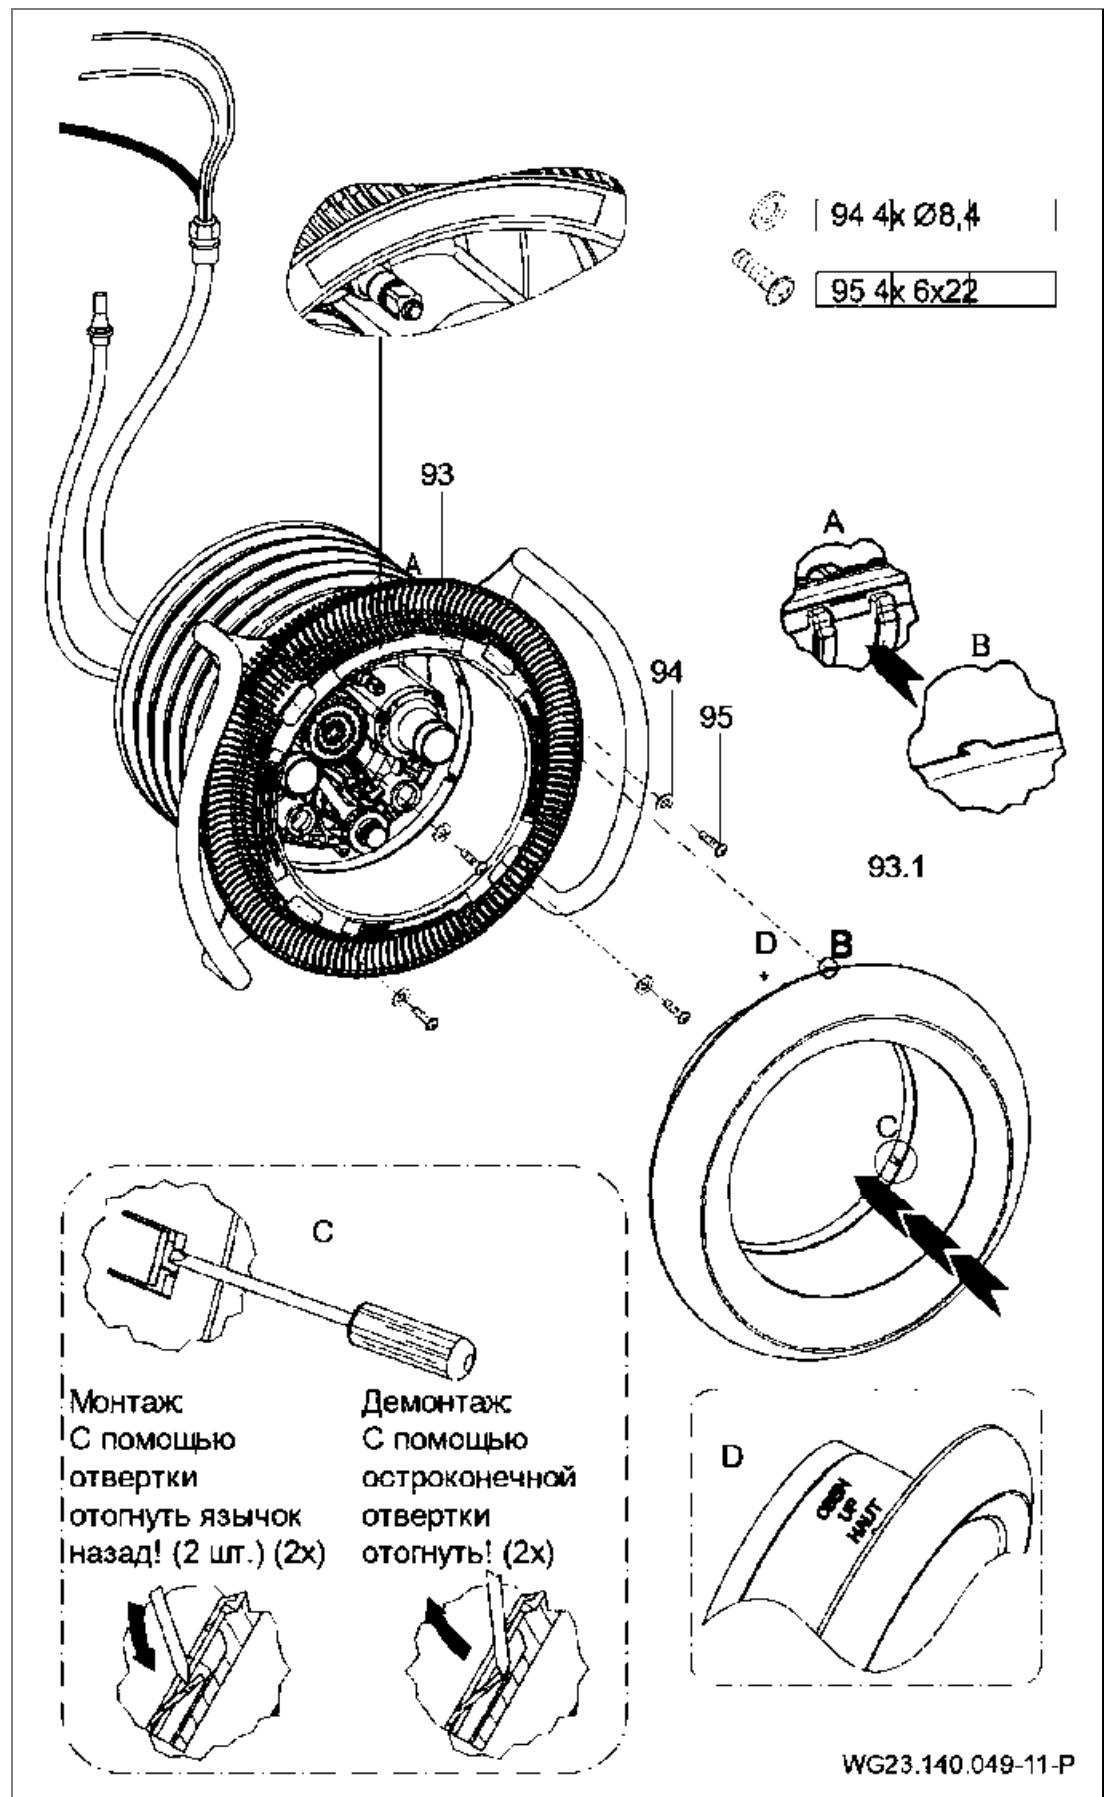
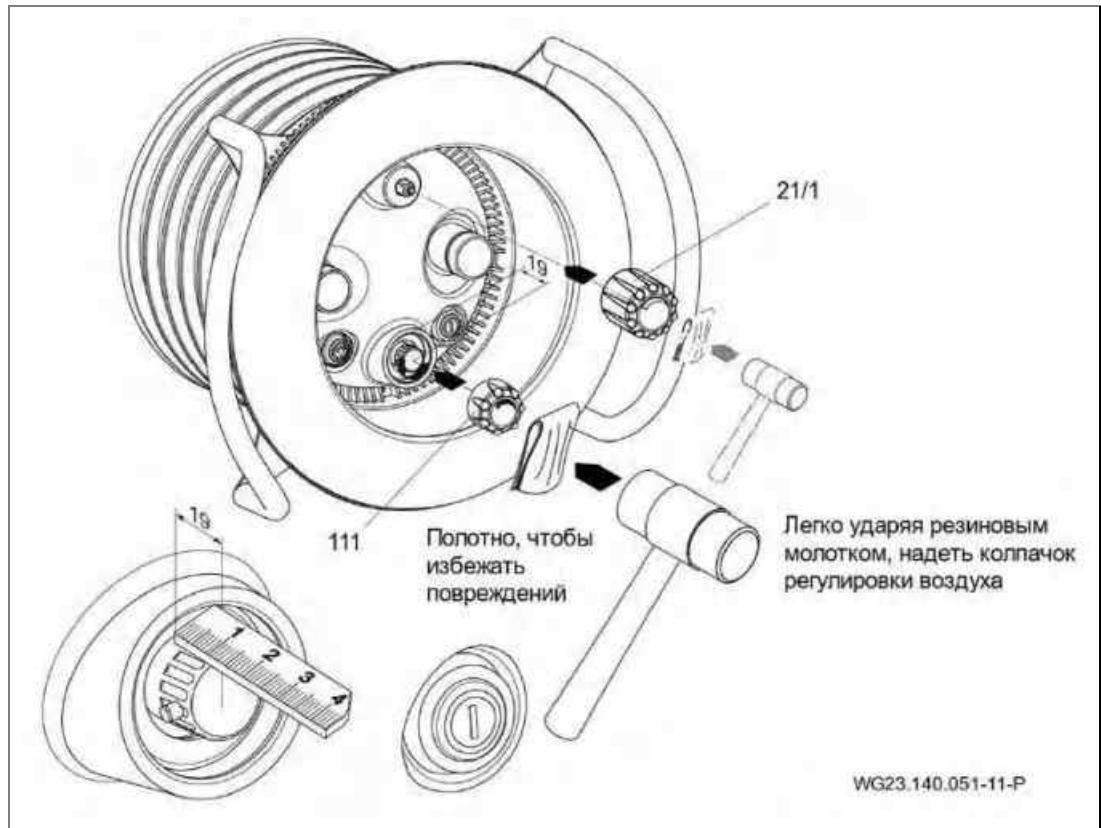

Рис. 18
Рис. 20
Primavera Deluxe: Пьезокнопки с двумя установленными кольцами круглого сечения осторожно вдавить в смонтированные корпуса кнопок в сопловой коробке. При необходимости воспользоваться вазелином. (Рис. 18)
9. Приложить заглушку всасывания (93) к зажимному кольцу (28) и прикрепить с помощью четырех подкладных шайб (94) и четырех самонарезающих винтов (95). Следить за расположением. (Рис. 18)
11. Расположить крышку защиты света (110) по центру на корпусе сопел (102.1) и прикрепить с помощью четырех самонарезающих винтов (112). (Рис. 20)
1. Снять крышку для регулирования расхода (21/1) и воздуха (111). На BADU JET Primavera Deluxe необходимо перед снятием крышки открутить потайной винт. См. "Рис. 20".
2. Открутить саморезы (112) и снять прозрачный кожух (110).
3. Две боковые накладки стальной диафрагмы отогнуть вперед и снять диафрагму. См. "Рис. 18".
4. Открутить саморезы (95) и снять всасывающую диафрагму (93) и рукоятку ().
5. При необходимости открутить саморезы (61). Снять сопловой корпус (102.1). При этом обратить внимание на внутренний воздуховод (4), закрепленный на встраиваемом корпусе (1).
6. Открутить саморезы (52). Снять рукоятку (70), стяжное кольцо (28) и уплотнение стяжного кольца (27).